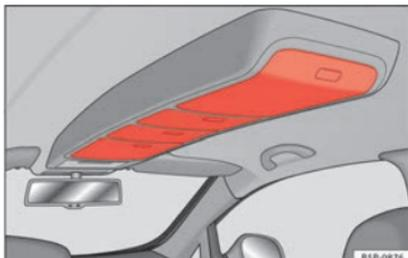

Fig. 87 Vano portaoggetti nel tettuccio.
- Per aprire questi vani, premere sul pulsante del coperchio, ►► fig. 87. Il coperchio si apre in modo automatico.